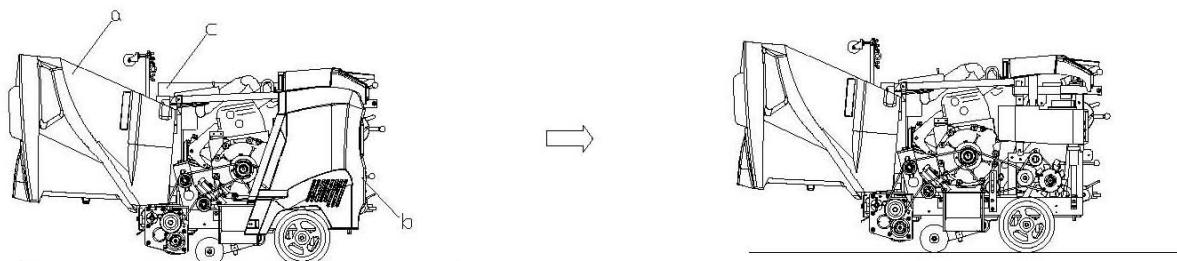

図1
- ポンネット(a)を開け、リヤーカバー(b) サイドカバー(c)を外す。・・・図1